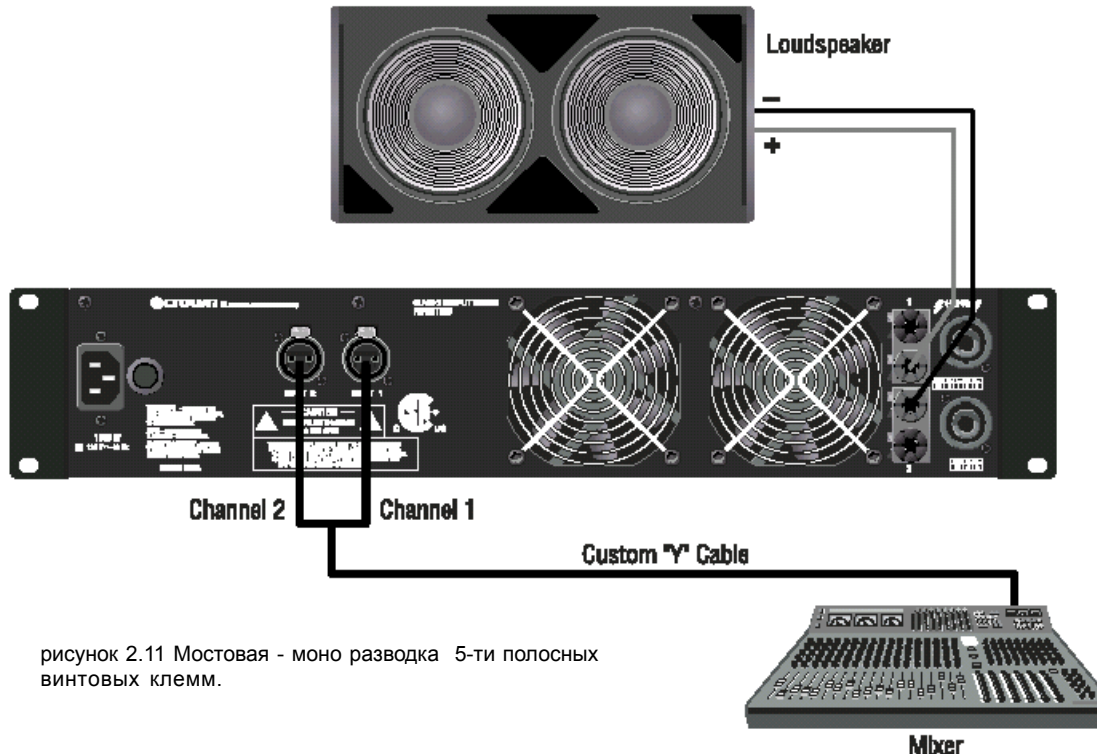

рисунок 2.11 Мостовая - моно разводка 5-ти полосных винтовых клемм.
Подключите Y адаптер между источником сигнала и каждым входом усилителя (рисунок 2.11).
1) Подключите динамик через красный винтовой разъем каждого канала (Рисунок 2.11) Не используйте черные винтовые разъемы при работе усилителя в мостовом режиме моно.